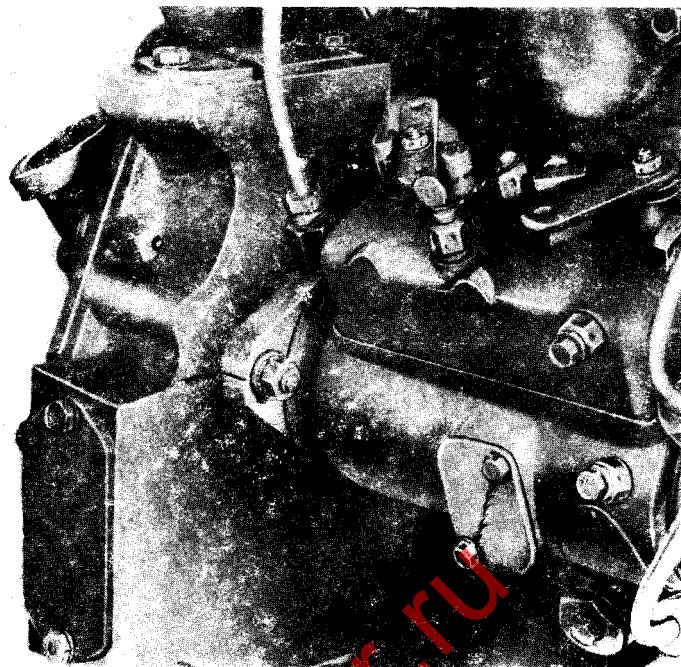

Рис. 24 Правильно установленный топливный насос высокого давления
1. Установить топливный насос высокого давления так, чтобы отметка на фланце совпадала с отметкой на картере распределительной передачи (рис. 24).